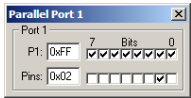

图 21-37 P1 端口置为 0x02
- (3) 选择“Debug”→“Start/Stop Debug Session”命令，进入程序仿真调试环境。
- (4) 选择“Peripherals”→“I/O-Ports”→“Port 1”命令，打开并行 I/O 端口 P1 的仿真界面。
- (5) 在 P1 端口的仿真界面上设置 P1 端口的数据为 0x02，即模拟休眠按键输入。如图 21-37 所示。